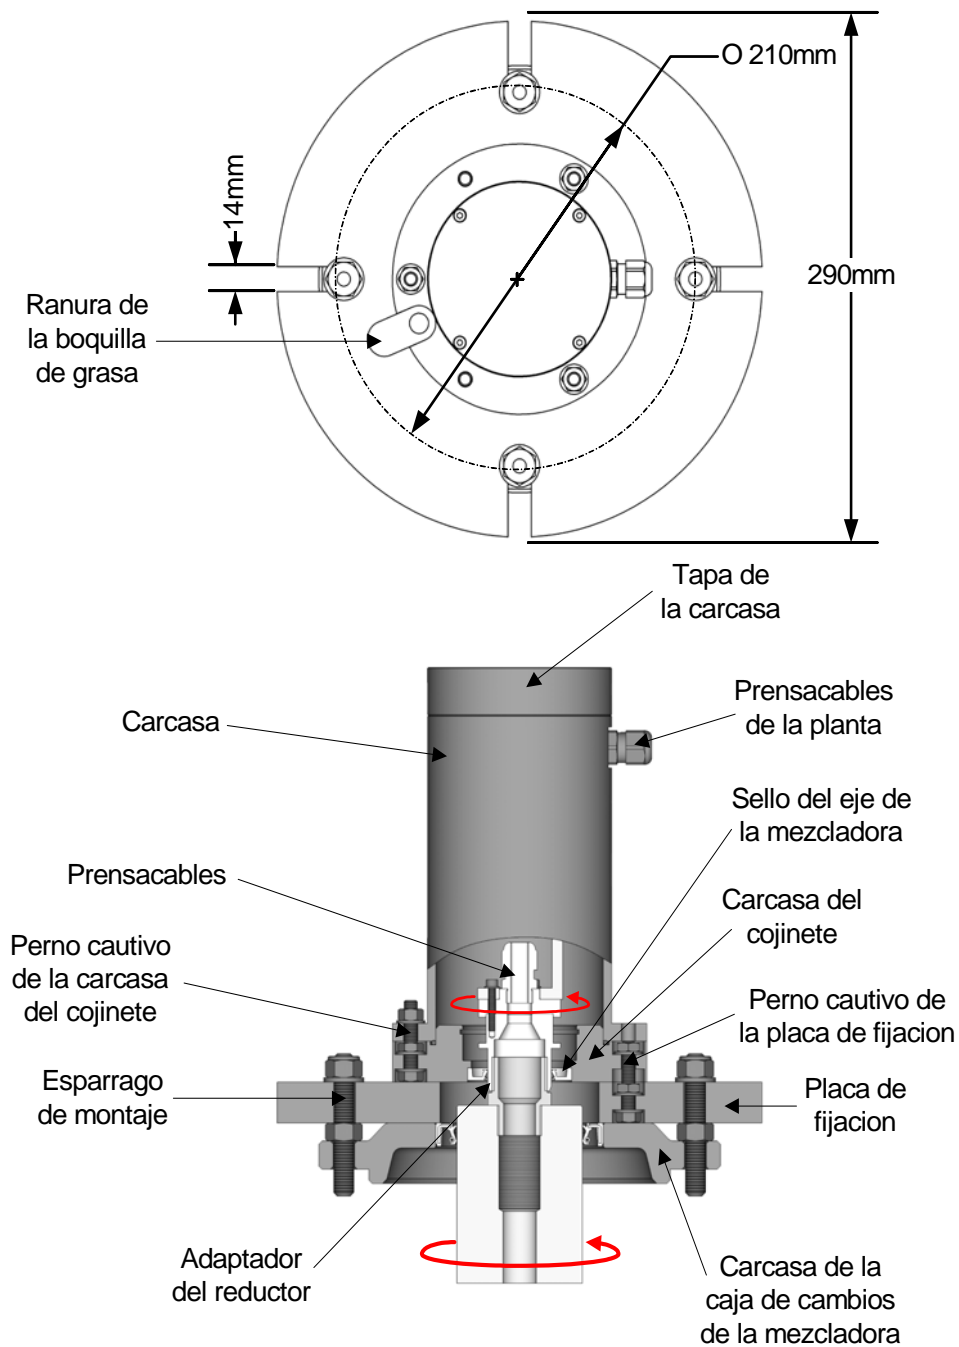

Figure 18: Conjunto de conector giratorio de tipo "A"
En algunas mezcladoras, los adaptadores roscados permiten la instalación directa del soporte del conector giratorio en el eje de la caja de cambios. Hay dos reductores de latón disponibles en función del tipo de mezcladora. Uno es un adaptador de BSP macho de 1" a BSP macho de 1/2" y el otro es un adaptador de BSP macho de 1" a BSP macho de 3/4". En la Figure 18 se muestra la construcción mediante la utilización de cada adaptador.
- Asegúrese de que los pernos cautivos de fijación de la carcasa del cojinete estén instalados en la placa de fijación. Consulte la Figure 18.